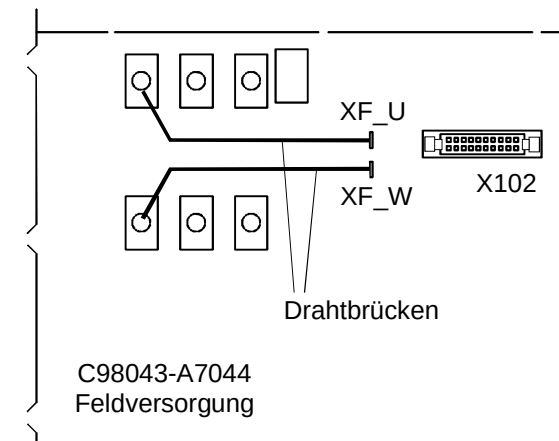

Bild 6.10.3.1
- Drahtbrücken laut Bild 6.10.3.1 einbauen